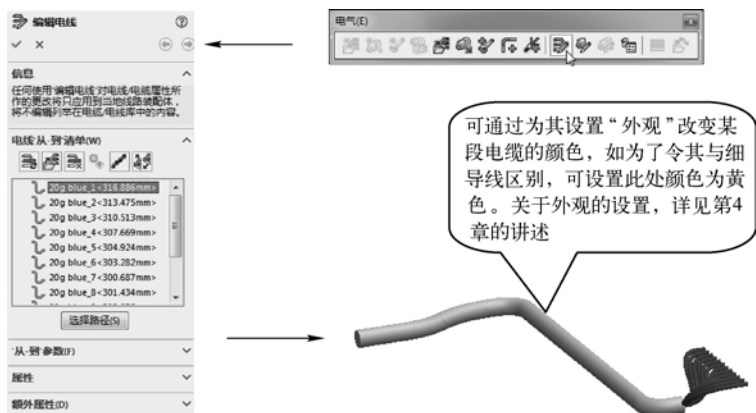

图 3-21 设置导线效果
STEP 7 在线路编辑状态下，单击“电气”工具栏中的“编辑电线”按钮，打开“编辑电线”属性管理器，然后为每根导线设置通过的电线根数，如图 3-21 所示（电缆的出发点处，每条导线只有一根电线，且都为蓝色导线。主干线处，一直到另一个接头的连接点处，电线根数为 12 条，与实际情况相符）。完成布线操作，连续单击“确定”按钮退出布线模式即可（粗电缆的颜色，可在装配模式下进行单独设置）。